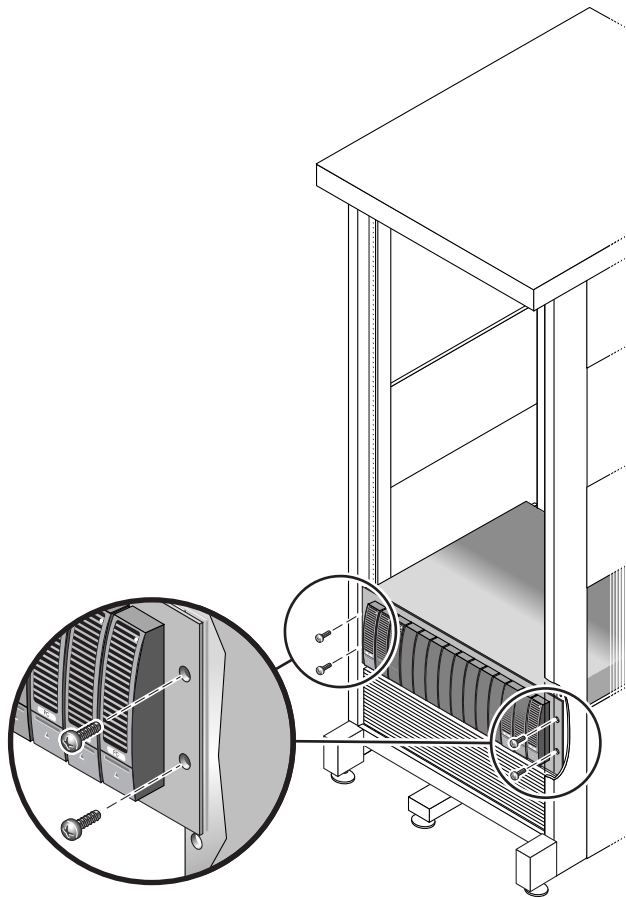

FIGURE 2-12 Fixation du boîtier à l'avant d'une armoire Sun Rack 900/1000
- S'il s'agit d'une armoire Sun Rack 900/1000, utilisez le tournevis cruciforme n°3 pour installer et serrer quatre vis M6 (deux par côté) pour fixer le boîtier à l'avant de l'armoire (FIGURE 2-12).